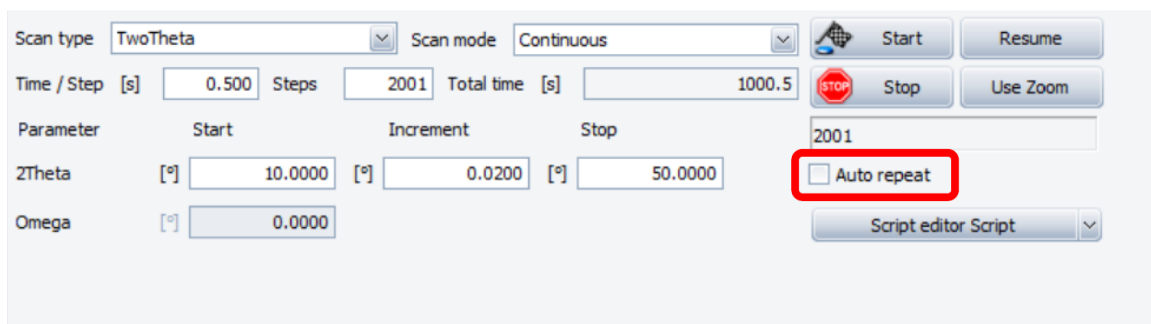

图6-23 薄膜样品GIXRD扫描参数
6.9.4.3 扫描参数: Scan type: TwoTheta, Scan range: 10 ~ 50°, Step size: 0.02°/step, Time/Step: 0.5s/step (图6-23)。如果扫描谱图出峰特别弱, 那么勾上图6-23中的 Auto repeat, 直至扫到所需的峰强度, 然后在结束之前auto repeat去勾, 扫描结束后保存数据。
6.9.5.2 扫描参数: Scan type: TwoTheta, Scan range: 10 ~ 50°, Step size: 0.02°/step, Time/Step: 0.5s/step。如果扫描谱图出峰特别弱, 那么勾上图6-23中的Auto repeat, 直至扫到所需的峰强度, 然后在结束之前Auto repeat去勾, 扫描结束后保存数据。
6.10.3.2 扫描参数：Scan type: 2Theta-Omega, Scan range: 10 ~ 50°, Step size: 0.02°/step, Time/Step: 0.5s/step。如果扫描谱图出峰特别弱，那么勾上图6-23中的Auto repeat，直至扫到所需的峰强度，然后在结束之前Auto repeat去勾，扫描结束后保存数据。